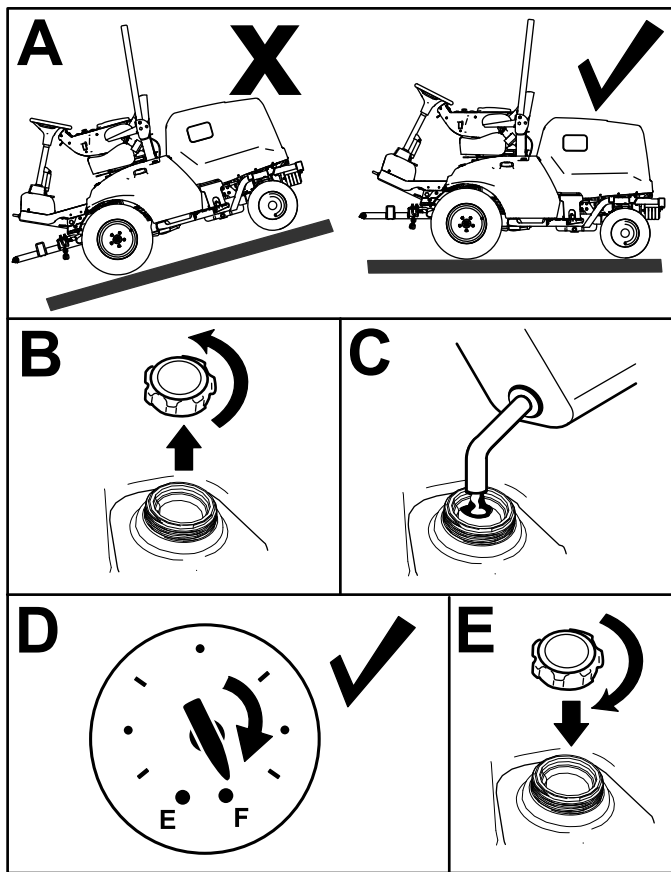

Bild 30
1. Parken Sie die Maschine auf einer ebenen Fläche (**Bild 30**), aktivieren Sie die Feststellbremse, stellen den Motor ab und ziehen den Schlüssel ab.